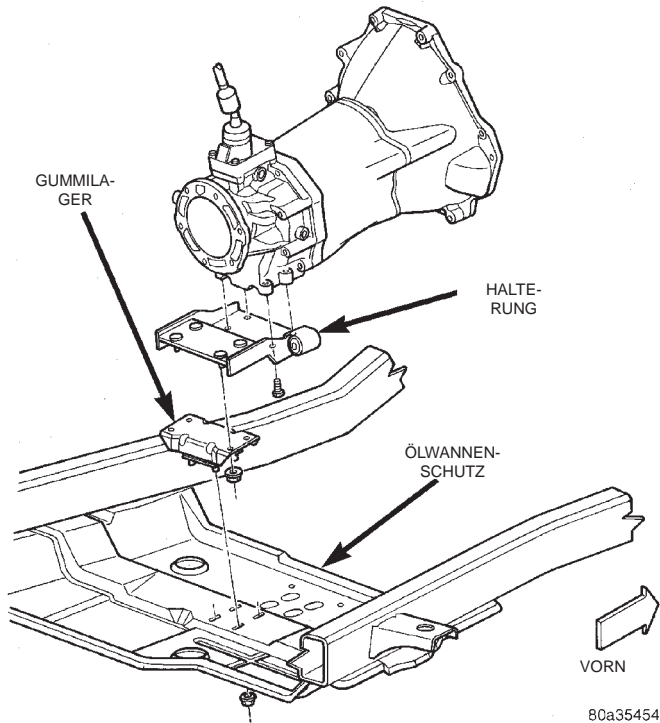
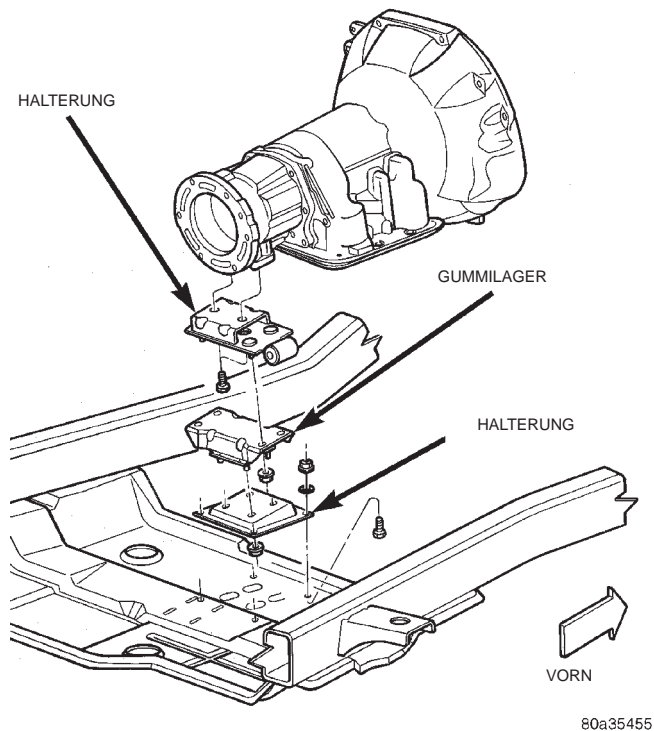

Abb. 25 Hintere Aufhängung (Schaltgetriebe)
Abb. 26 Hintere Aufhängung (Automatikgetriebe)
- (1) Batterie-Minuskabel (-) abnehmen.
- (2) Fahrzeug anheben und Getriebe abstützen.
- (3) Muttern herausdrehen, mit denen das Gummilager am Ölwannenschutz befestigt ist (Abb. 25) (Abb. 26).
- (4) Schrauben der Schutzplatte herausdrehen und Ölwannenschutz ausbauen.
- (1) Muttern herausdrehen, mit denen das Gummilager an der Getriebehalterung befestigt ist (Abb. 26). Gummilager ausbauen.
- (2) Schrauben herausdrehen, mit denen die Getriebehalterung am Getriebe befestigt ist.
- (1) Getriebehalterung am Getriebe befestigen und Schrauben montieren (Abb. 25).
- (2) Schrauben mit einem Anzugsmoment von 54 N·m (40 ft. lbs.) festziehen.
- (3) Gummilager auf der Getriebehalterung montieren und Muttern befestigen (Abb. 25).
- (4) Muttern mit einem Anzugsmoment von 41 N·m (30 ft. lbs.) festziehen.
- (1) Getriebehalterung am Getriebe anbringen und Schrauben montieren. Schrauben mit einem Anzugsmoment von 54 N·m (40 ft. lbs.) festziehen.
- (2) Gummilager an der Getriebehalterung anbringen und Muttern montieren. Muttern mit einem Anzugsmoment von 41 N·m (30 ft. lbs.) festziehen (Abb. 26).
- (3) Falls zuvor abgebaut, Gummilager am Ölwanenschutz anbringen und Schrauben sowie Muttern montieren. Muttern mit einem Anzugsmoment von 28 N·m (21 ft. lbs.) festziehen.
- (1) Ölwanenschutz auf den Stehbolzen des Gummilagers montieren und Muttern aufschrauben (Abb. 25) (Abb. 26). Muttern mit einem Anzugsmoment von 28 N·m (21 ft. lbs.) festziehen.
- (2) Schrauben des Ölwanenschutzes am Schweller montieren und mit einem Anzugsmoment von 75 N·m (55 ft. lbs.) festziehen.
- (3) Getriebeabstützung entfernen.
- (4) Fahrzeug ablassen.
- (5) Batterie-Minuskabel (-) anschließen.